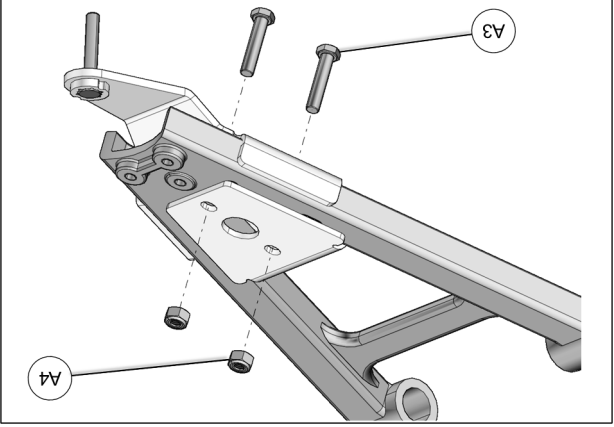

Fig. 17
6. Insérer les boulons M10x50 mm (A3) par le dessous de l'ancrage. Assembler les deux parties avec les écrous (A4) fournis. Serrer l'assemblage à un couple de 50 N•m [37 lb•pi]. Voir la Fig. 17